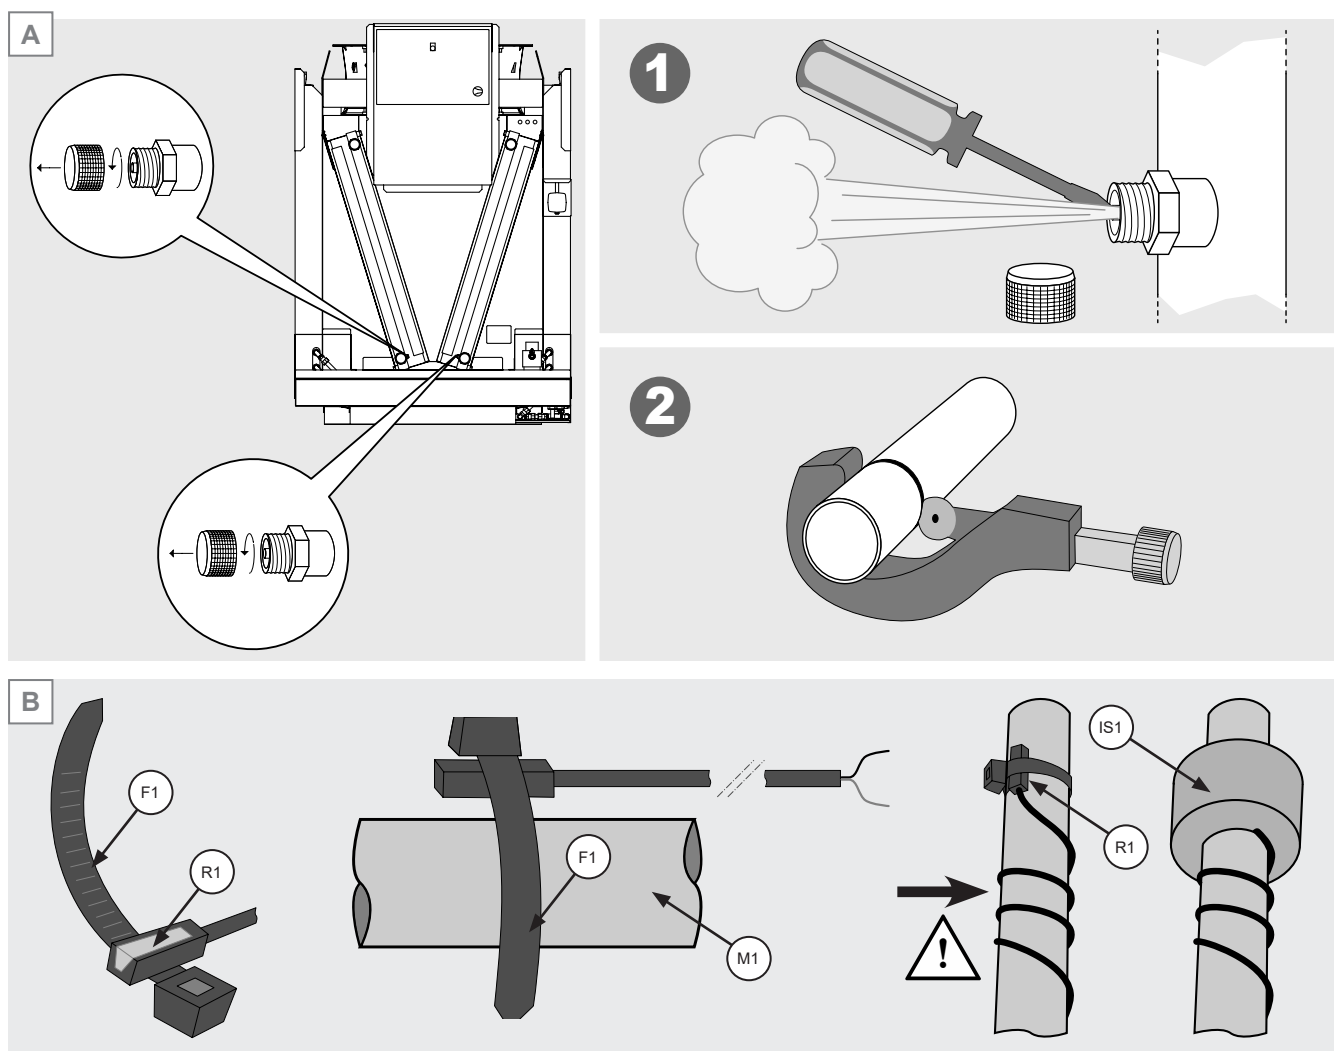

Figura 10
- 6.13 Antes de cortar los manguitos de entrada y/o salida (modelos AVK, AVS), descargue la presión de precarga (unos 2 bares) del intercambiador. Ver la Figura 10 A.
- 6.14 Sólo para los modelos de enfriadores de gas: es responsabilidad del cliente instalar las sondas de temperatura en los manguitos de salida del intercambiador de calor. Las sondas constan de una abrazadera (F1) que soporta el detector (R1): la abrazadera debe fijarse al manguito (M1) y el cable eléctrico (C1) debe enrollarse con 2 espiras en el propio tubo. Aislar térmicamente la sonda con el aislamiento adecuado (IS1). Ver la Figura 10 B.